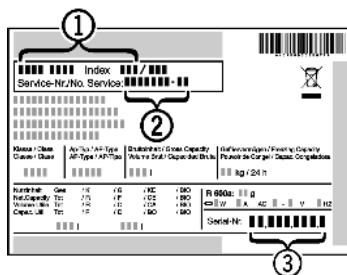

Fig. 21
- ▶ Наименование устройства *Fig. 21 (1)*, сервисный № *Fig. 21 (2)* и серийный № *Fig. 21 (3)* считайте с заводской таблички. Заводская табличка находится внутри устройства слева.
- ▶ Обратитесь в сервисную службу и сообщите вид неисправности, наименование устройства *Fig. 21 (1)*, сервисный № *Fig. 21 (2)* и серийный № *Fig. 21 (3)*.